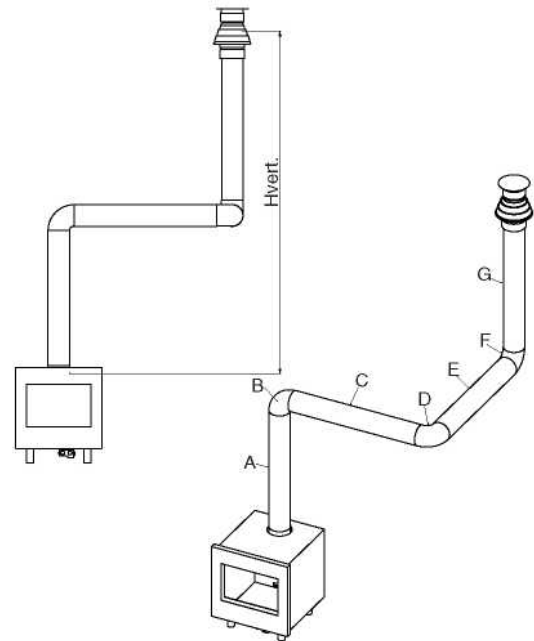

fig. 2a
*Calculating horizontal extension fig. 2a:*